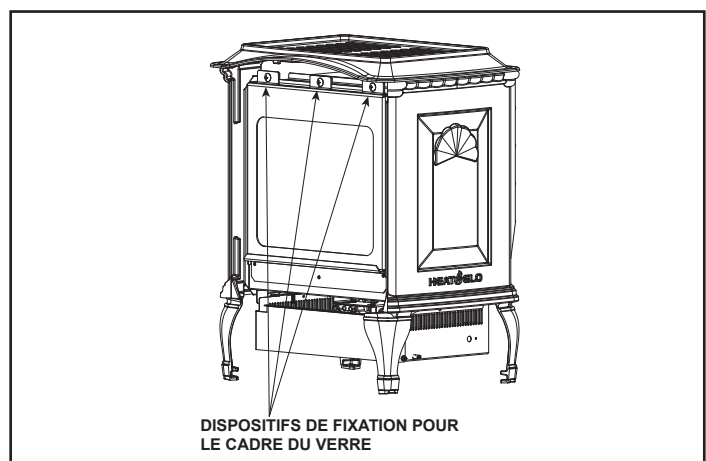

Figure 4.2 Retirer le cadre de la vitre
- Retirez les trois dispositifs de fixation à tête Philips au dessus de l'assemblage de la vitre. Voir la Figure 4.2.